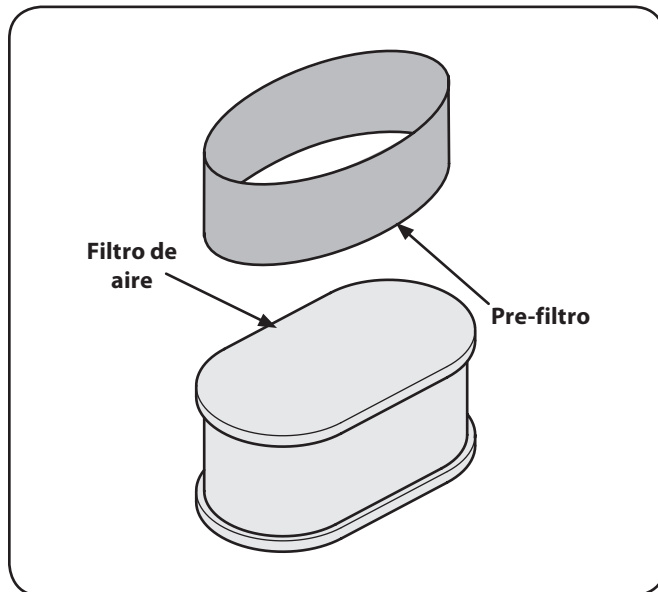

Figura 6-6
3. Quitar la espuma pre-filtro de aire de todo el papel de filtro. Vea la Figura 6-6. Sustituya el elemento de papel cuando sucio o dañado. Limpia el elemento de espuma o sustituya cuando dañado.